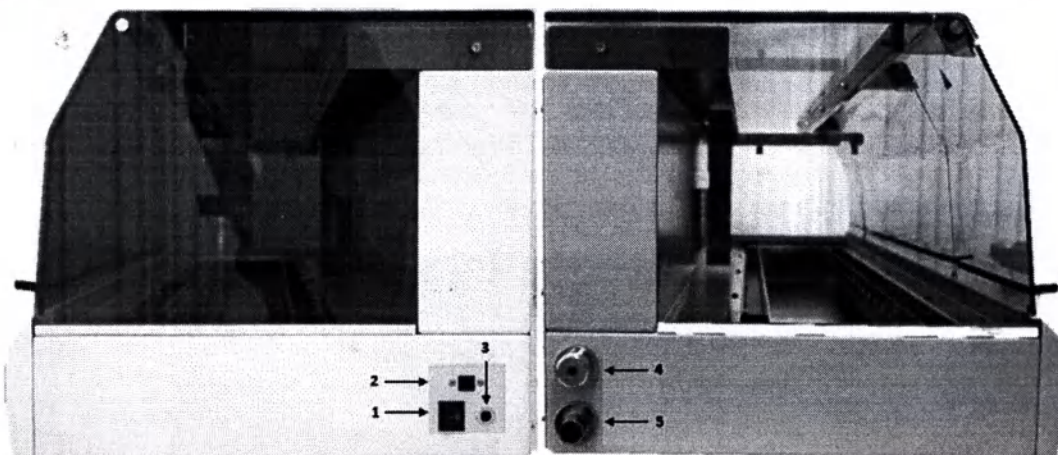
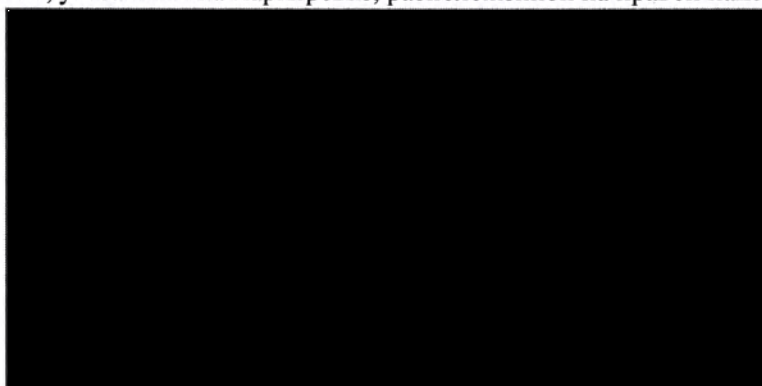

Рисунок 13. Разъемы на правой и левой панели устройства
Рисунок 17. Подсоединение кабеля питания, источника питания к МИ и сетевой розетке
8. Вставьте штекер (Рисунок 17, позиция 1) источника питания в разъем (Рисунок 13, позиция 3). Подключите источник питания к кабелю питания (Рисунок 17, позиции 2 и 3), а затем подключите вилку кабеля питания (Рисунок 17, позиция 4) к сетевой розетке.